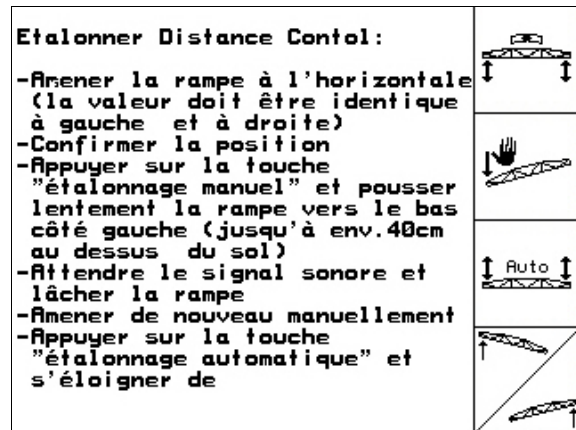

Fig. 29
- Appuyez sur la touche  (Fig. 29) pour lancer l'étalonnage automatique.